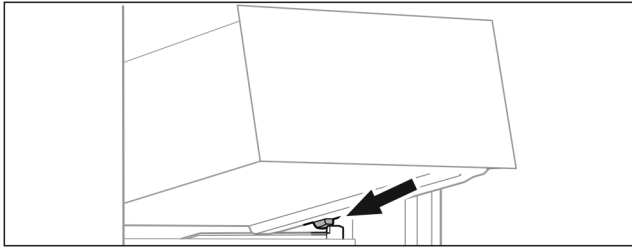

Fig. 58
- ▶ Schubfach schräg hinter den Stoppern auf Behälterrippe aufsetzen. (siehe Fig. 58)